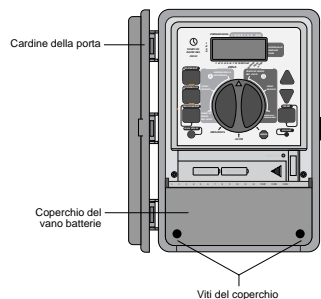

FIGURA 18: Programmatore per montaggio esterno, coperchio della morsettiera
- Togliere il coperchio del vano batterie svitando le due viti e spingendo il coperchio di plastica in avanti senza sollevarlo [vedere Figura 18].